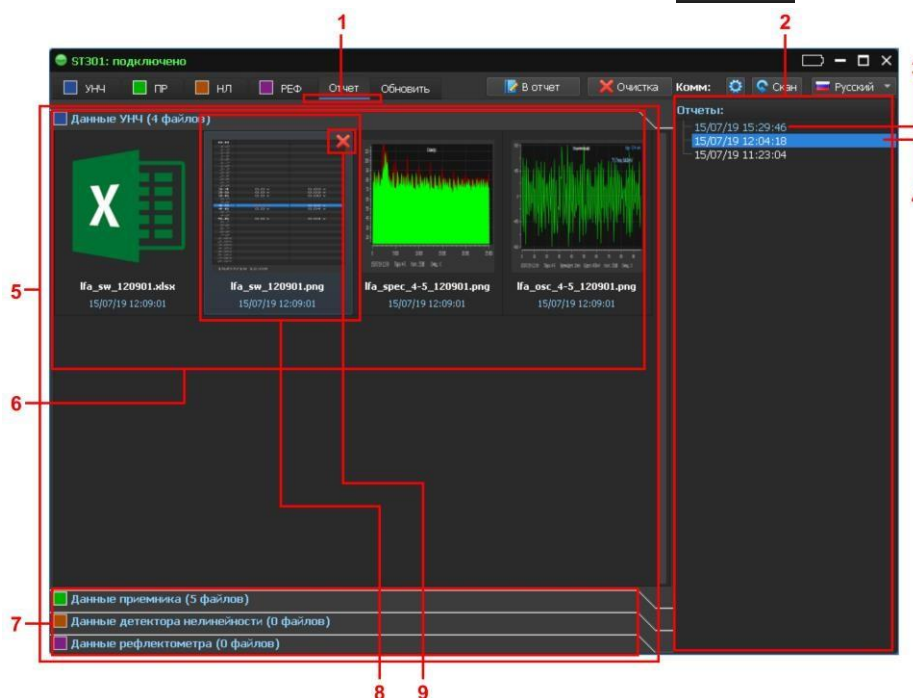
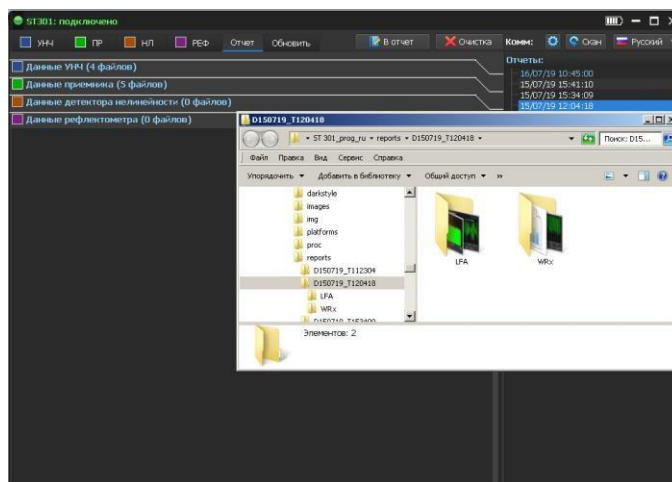

Рис.67
Рис.68
Для просмотра сохраненных файлов нужно нажать кнопку  «Отчет» (рис.67, п.1).
Цифрами на рис.67 обозначено:
В левой части экрана (рис.67, п.5) отобразится:
- скриншоты и таблицы (рис.67, п.6) сохраненной сессии одного из каналов. На рис.67 – канала «УСИЛИТЕЛЬ НИЗКОЙ ЧАСТОТЫ»
- три закладки для вывода на экран информации других каналов (рис.67, п.7)
С файлами можно работать в Проводнике Windows. Для этого нужно дважды кликнуть на одну из сессий (рис.67, п.2) и перейти в нужную папку (рис.68) в окне проводника.